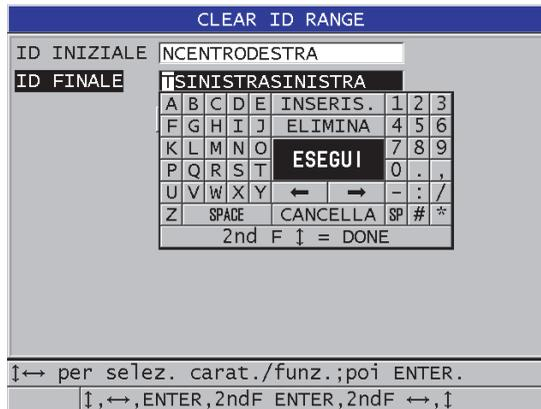

Figura 11-21 Eliminazione dei dati di una serie di ID in un file attivo
3. Nella schermata **CLEAR ID RANGE** (cancella intervallo ID), [vedere Figura 11-21 a pagina 215]: